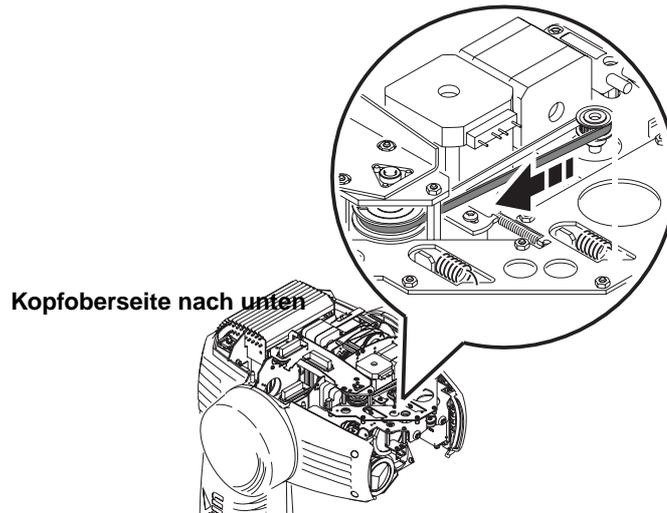

Bild 16: Verschieben des Fokus-Objektivs nach vorne
5. Drehen Sie den Kopf um. Schieben Sie das Fokus-Objektiv bis zum Anschlag nach vorne, indem Sie den Antriebsriemen bewegen (siehe Bild 16).